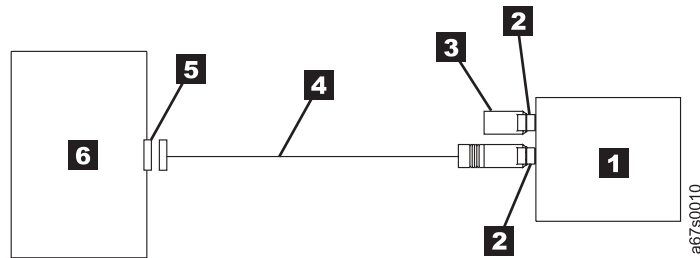

Abbildung 4. Beispiel für den Anschluss einer einzigen SCSI-Einheit an den Host. Diese Ansicht ist eine Ansicht von oben.
- **Ist der Bandkassetten-Autoloader IBM 3581 die einzige Einheit auf dem SCSI-Bus:** Schließen Sie das SCSI-Buskabel an den Host an (siehe Abb. 4).
Anmerkung: Der Autoloader besteht aus dem Autoloader-Controller und dem Bandlaufwerk. In Abb. 4 ist der Autoloader als eine einzige Einheit dargestellt.